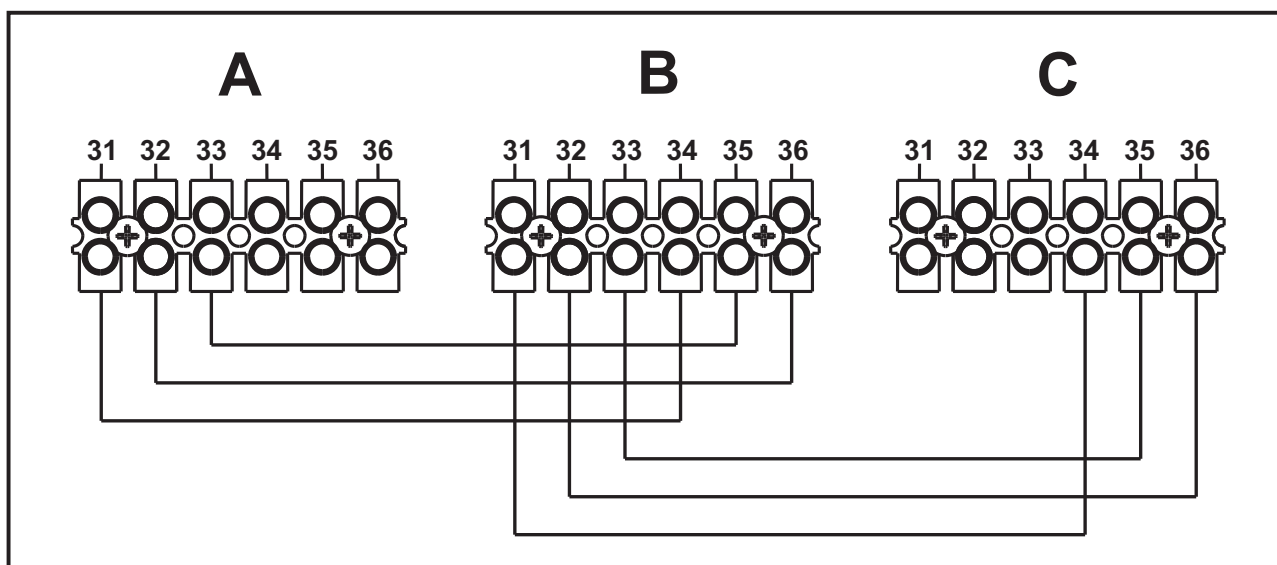

рис. 56 - Подключение по каскадной схеме
1. Подключите модули, как показано на рис. 56 (пример с 3-мя модулями)
3. На оставшихся модулях подключите только электрическое питание и возможные контакты, относящиеся к включенной горелке (300), контакту неисправности (301) и входу для дистанционного сброса (302). Снимите перемычку, относящуюся к: комнатному термостату (72)/устройству дистанционного управления по времени (139).
- В противном случае перекройте электрическое питание и проверьте кабельные соединения в рис. 56.